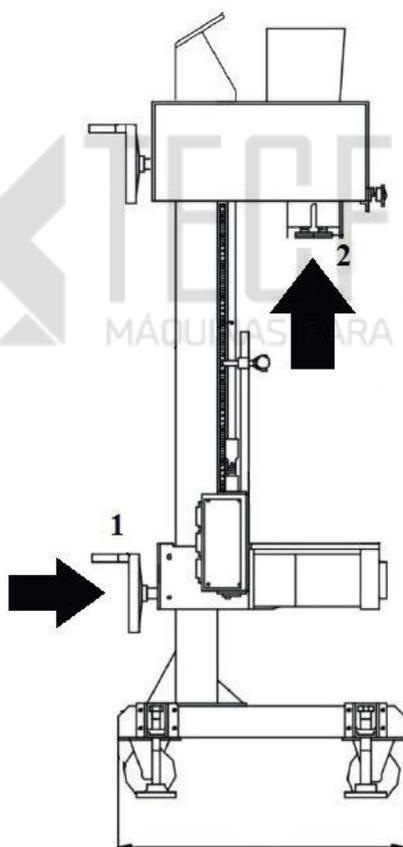

Figura 1
A. Ajuste a altura da esteira através do manípulo destacado. (figura 1; n° 1)
B. Insira o saco plástico no suporte guia 2 destacado (figura 1; n° 2).